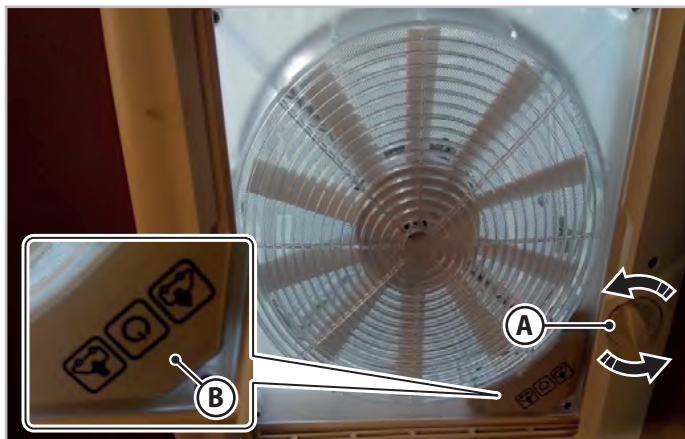

Fig. 6.9 - Claraboia com volante de abertura
Ao rodar o volante de abertura (**A** - Fig.6.9) nos dois sentidos de rotação, a claraboia é levantada (para abrir) ou baixada (para fechar). A abertura da claraboia pode ser ajustada para qualquer posição intermédia.
Para utilizar a função de ventilação e aspiração, abrir a claraboia com o volante (**A** - Fig.6.9) e selecionar a função de ventilação com entrada de ar (IN) ou aspiração (OUT) utilizando o teclado (**B** - Fig.6.9).